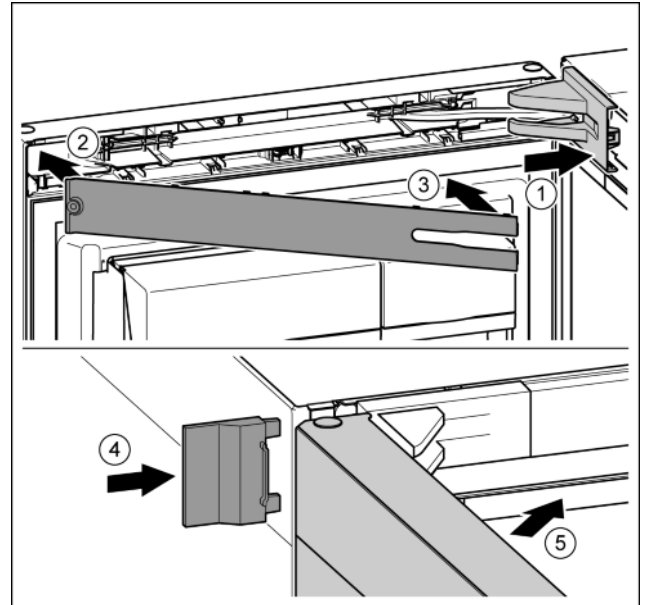

Fig. 43
- ▶ Lagerbockabdeckung aufsetzen und einrasten, ggf. vorsichtig auseinanderdrücken. *Fig. 43 (1)*
- ▶ Blende aufsetzen. *Fig. 43 (2)*
- ▶ Blende einschwenken und einrasten. *Fig. 43 (3)*
- ▶ Äußere Abdeckung aufschieben. *Fig. 43 (4)*
- ▶ Obere Tür schließen. *Fig. 43 (5)*